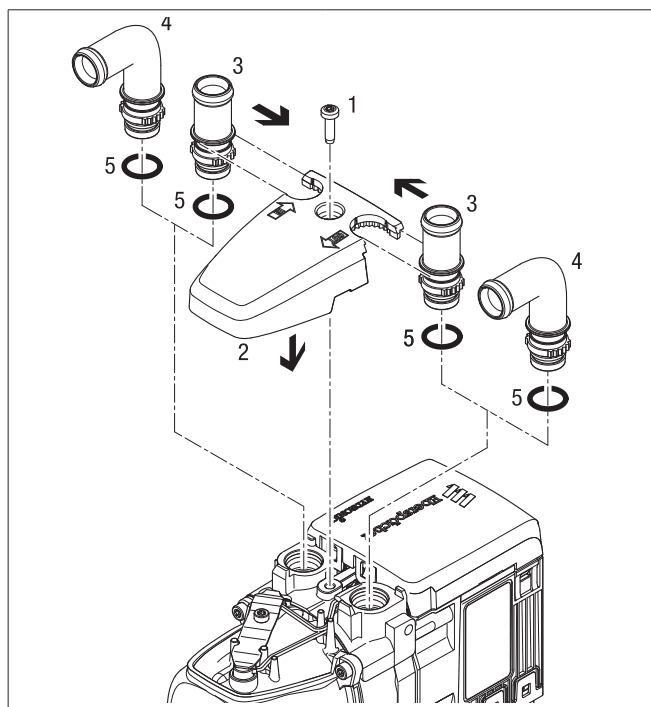

Bild 9
Beroende på monteringsförhållandena kan de raka (3) eller de vinklade vattenstutsarna (4) monteras tillsammans med sensorkåpan, se Bild 9.